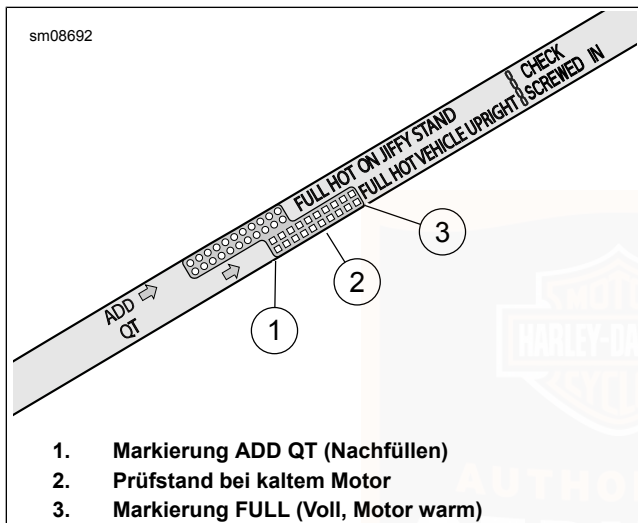

Abbildung 84. Motor-Ölmesstab (Anzeige VEHICLE UPRIGHT [Fahrzeug aufrecht])
- e. Siehe Abbildung 84. Ölstand prüfen. Der korrekte Ölstand bei kaltem Motor liegt auf halbem Wege (2) zwischen den Markierungen ADD QT (Nachfüllen) (1) und FULL HOT (Voll, heiß) (3) auf dem Ölmesstab.
5. Ölstand prüfen. Nur so viel Öl nachfüllen, um den Füllstand zwischen die Ölmesstab-Markierungen ADD QT (1) und FULL HOT (3) zu bringen.
- e. Siehe Abbildung 84. Ölstand prüfen. Der Ölstand sollte zwischen den Markierungen ADD QT (Nachfüllen) und FULL HOT (Voll, heiß) auf dem Ölmesstab stehen.